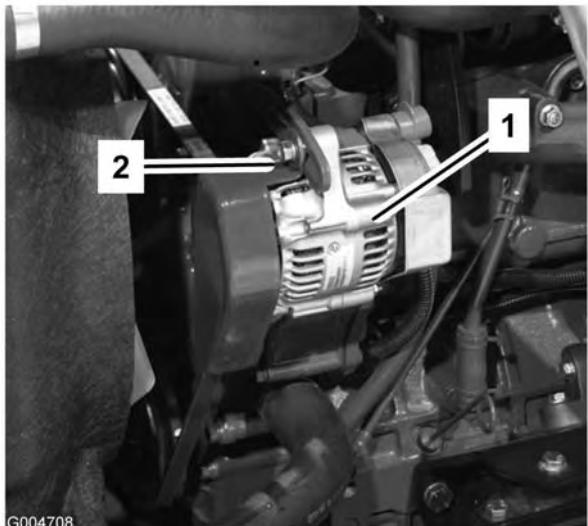

Figura 63
Controllate lo stato e la tensione delle cinghie (Figura 63) ogni 100 ore di servizio.
2. Se l'inflessione non è di 10 mm, allentate i bulloni di fissaggio dell'alternatore (Figura 63). Aumentate o riducete la tensione della cinghia dell'alternatore e serrate i bulloni. Controllate di nuovo l'inflessione della cinghia per accertare che sia esatta.